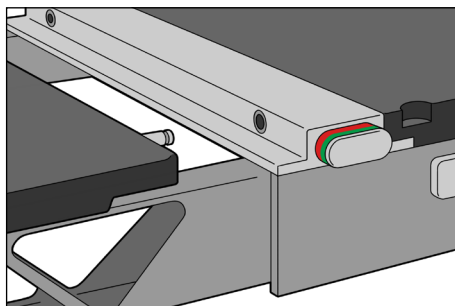

Fig. 1
1. Remova a inserção kVue. (Fig. 1)